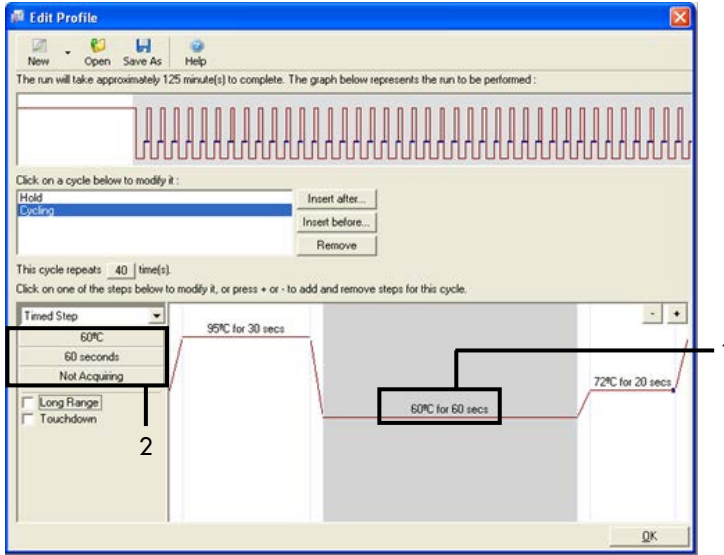

Figure 26. Étape de cycle à 60°C. 1 = réglage de la température et de la durée pour l'étape 2 ; 2 = bouton « Not Acquiring » (Pas d'acquisition).
9. Mettre la deuxième étape en surbrillance et la définir sur 60 °C pendant 60 secondes. Cliquer sur Not Acquiring (Pas d'acquisition) pour activer l'acquisition des données pendant cette étape (figure 26).